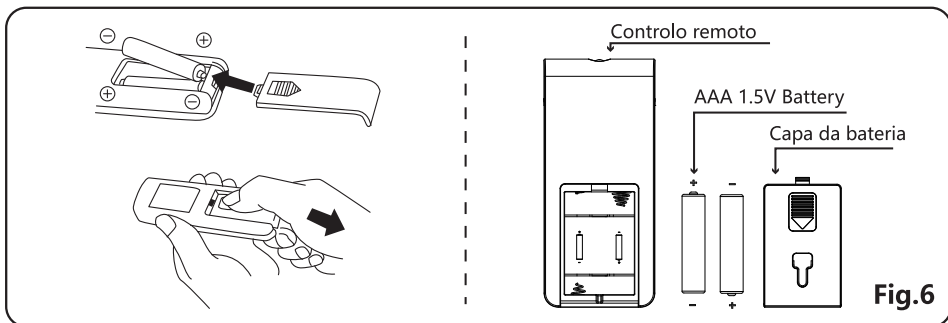

Fig.6
(1) Deslize a tampa do compartimento da bateria para trás.
(2) Insira as baterias e certifique-se de que sejam colocadas conforme mostrado na Fig. 6.
(3) Recoloque a tampa da bateria.